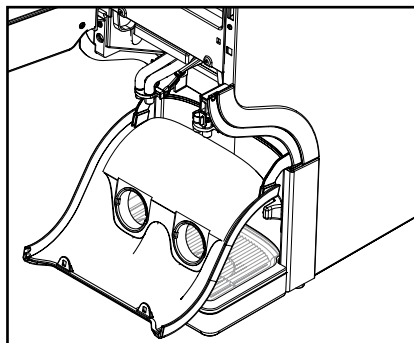

Bild 26
- b. Fäll ner utloppsskydden (bild 26).